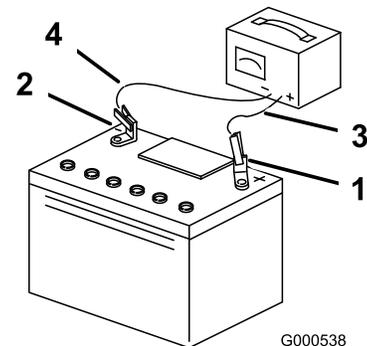

Figure 48
5. Quand la batterie est chargée au maximum, débranchez le chargeur de la prise, puis débranchez les fils du chargeur des bornes de la batterie (Figure 48).